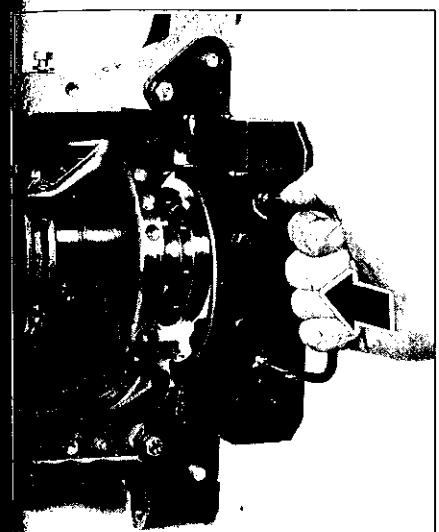

FIG.62
Monter la poignée sur le palier n° 1 (Fig.62). - Glisser le palier dans l'outil (1) à l'aide de la poignée en maintenant les 2 joints.